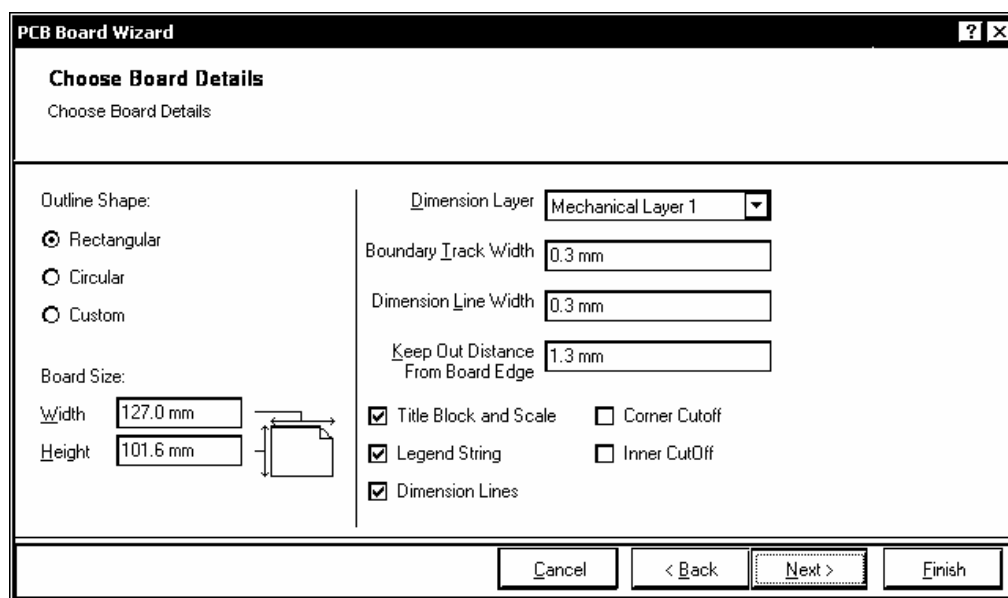

Рис. 4.6
На каждом шаге в диалоговом окне PCB Board Wizard (рис. 4.6) предлагается выполнить ряд установок. Последовательный переход от шага к шагу выполняется по щелчкам на кнопках Next и Back. Состав и содержание полей диалогового окна меняются в зависимости от характера выполняемых на очередном шаге операций.
5. На шаге Choose Board Details (рис. 4.6) указать: